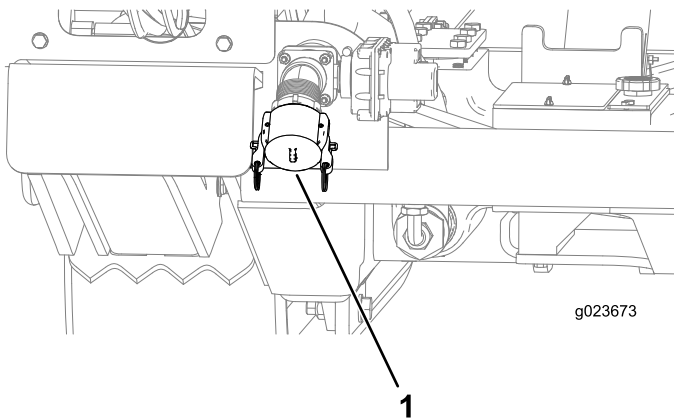

Bild 128
- B. Stellen Sie sicher, dass der Deckel am Zulauf der Bohrflüssigkeitspumpe angebracht ist (Bild 128).